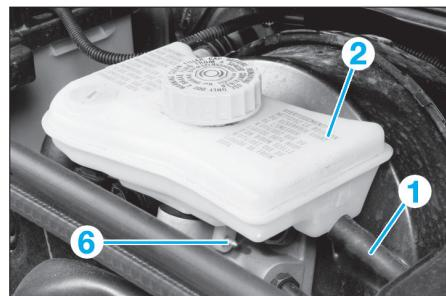
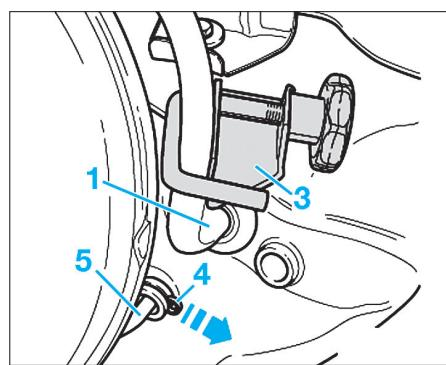

Fig. 5
Fig. 6
- Pincer le flexible d'écoulement (1) allant au réservoir (2) (Fig.5) de liquide de frein à l'aide d'une pince-durit (3) puis le débrancher du cylindre émetteur d'embrayage et l'obturer (Fig.6).
- Déposer l'agrafe de retenue (4) en faisant levier avec un tournevis et retirer légèrement la conduite (5) (Fig.6).
- Dévisser la vis du réservoir de liquide de frein (6) et débrancher le connecteur du contacteur de niveau de liquide de frein par le bas (Fig.5).